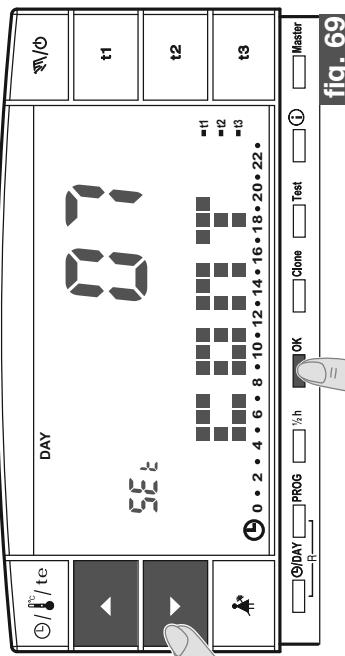
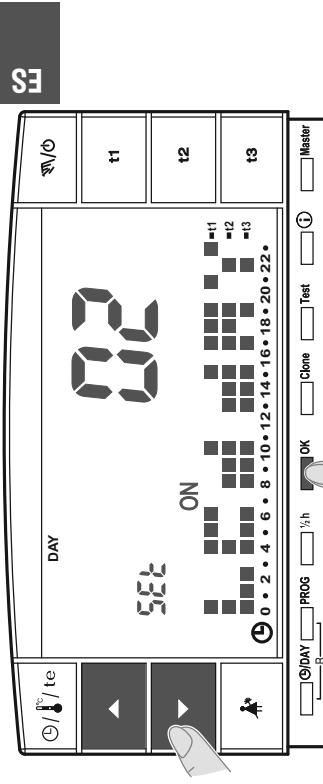
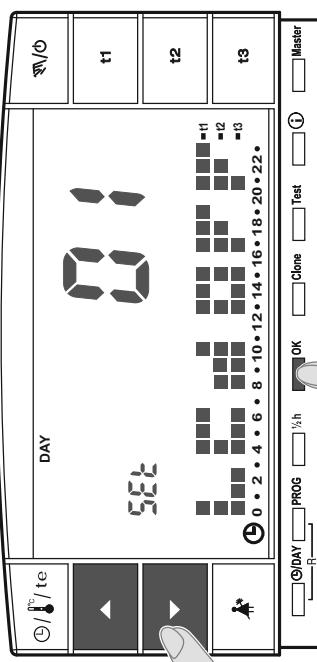

fig. 69
fig. 70
fig. 72
• Modificar el valor de contraste seleccionando utilizando las teclas ▲▼ ; a cada impulso se corresponde una variación de 1 punto (ejemplo fig. 69).
- Desde la pantalla de visualización del contraste de la pantalla (ejemplo fig. 69) pulsar las teclas **▲ ▼** para visualizar el nivel “**02**” **Lcd dAY** (ejemplo fig. 70). Nota: es posible volver al programa normal esperando el tiempo límite (3 minutos) o pulsando la tecla **①**.
- Desde la pantalla de visualización del contraste de la pantalla (ejemplo fig. 69) pulsar las teclas **▲ ▼** para visualizar el nivel “**01**” **Lcd OFF** (ejemplo fig. 72). Nota: es posible volver al programa normal esperando el tiempo límite (3 minutos) o pulsando la tecla **①**.